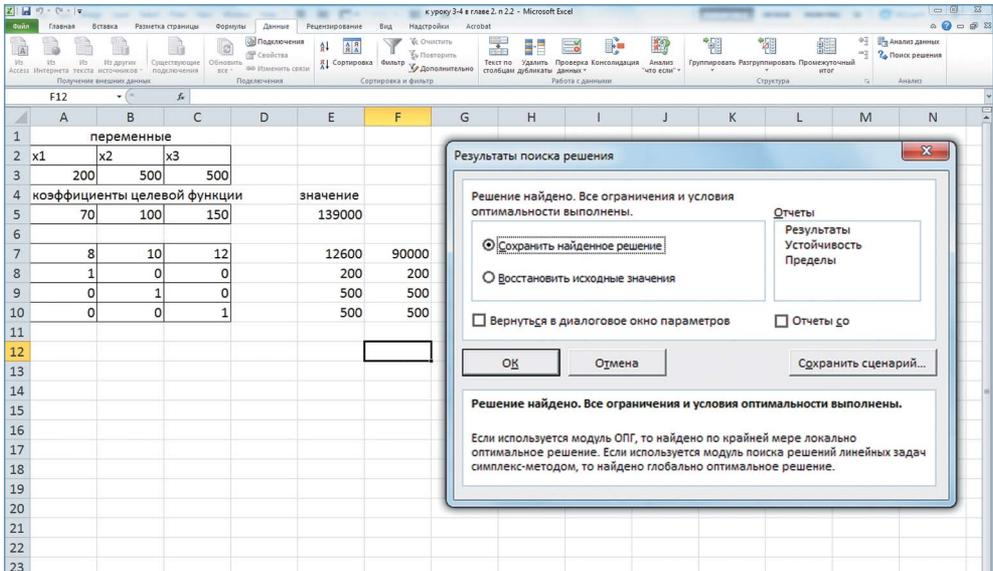

Рис. 10
5) В строке диалогового окна «**Выберите метод решения**» выберем «Поиск решения линейных задач симплекс-методом». Этот метод позволяет решать задачи большей размерности. Далее нажимаем «Найти решение» (рис. 10). Получаем ответ. Сохраняем его.